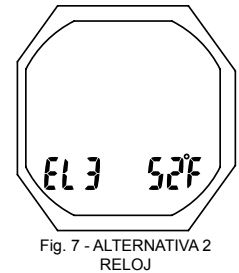

Fig. 7 - ALTERNATIVA 2 RELOJ
**Alt 2** - Ésta es la información mostrada (Fig. 7):